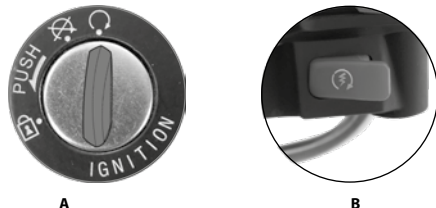

Imagen 33. Encendido de motor.
5. Girar la llave a la posición . Ver imagen 33-A.